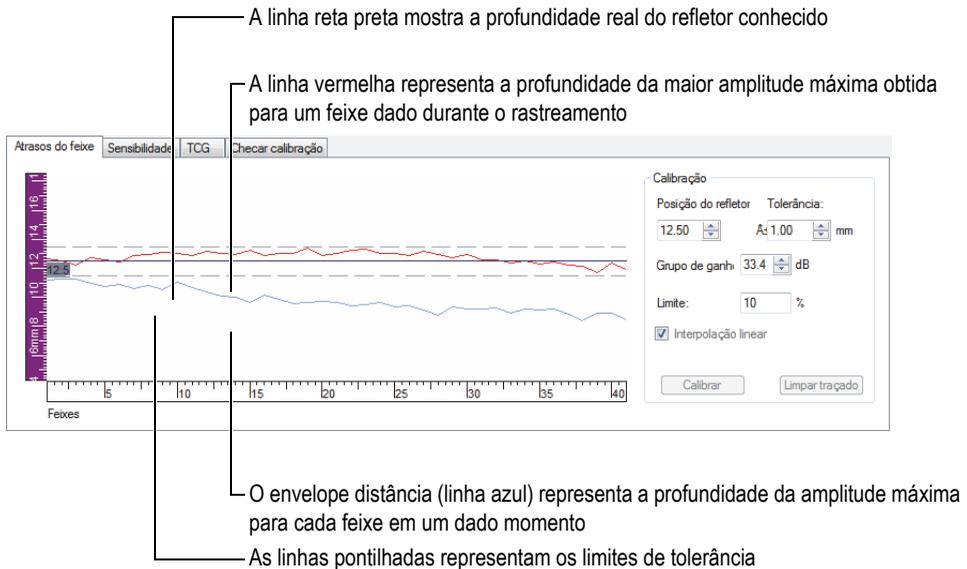

Figura 4-20 Curvas para calibração do atraso do feixe
a) Seleciona a aba **Atraso de feixe** (Figura 4-20 na página 120).